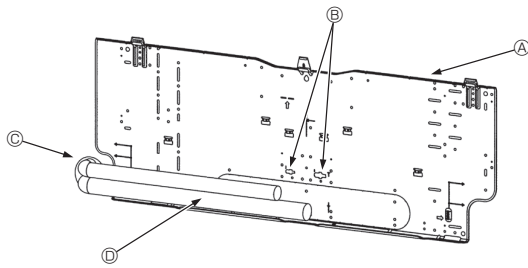

Abb. 3-5
3.3. Wenn Rohre in der Wand verlegt werden (Abb. 3-5)
- Ⓐ Montageplatte ①